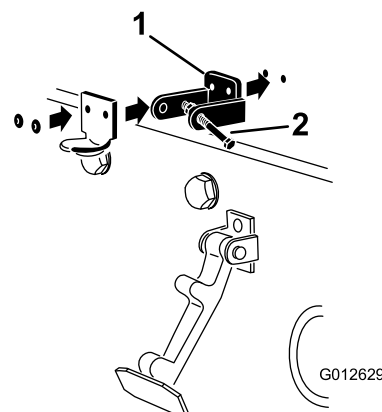

Figura 4
3. Alinee los taladros de montaje y posicione el cierre de seguridad para CE y el cerradero sobre el capó. El cierre de seguridad debe estar en contacto directo con el capó (Figura 4). No retire el conjunto de perno y tuerca del brazo del cierre de seguridad.
5. Remache el seguro de cierre, el cerradero y las arandelas al capó (Figura 4).